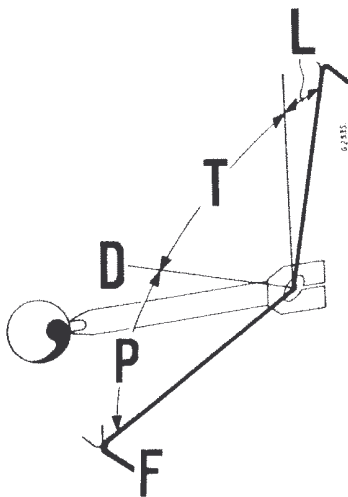

Fig. 26
Suivant le type de charrue le levier est situé dans le secteur d'extension (T) Fig. 26 ou dans le secteur de compression (P). Sur les charrues travaillant en extension, la profondeur maxi est atteinte avant le point mort (D).